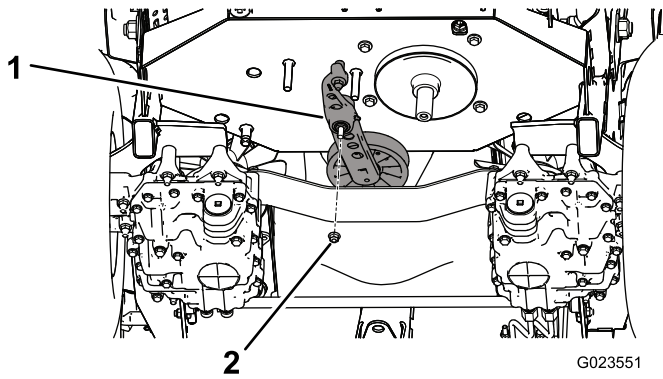

**Figure 56**
3. Insérez un rochet dans le trou carré du bras tendeur pour compenser l'action du ressort de tension (Figure 56), et déchaussez la courroie de la poulie de tension.
4. Décrochez le ressort de tension du bras tendeur et du cadre (Figure 56).
9. Montez le ressort sur le bras tendeur et le cadre (Figure 56).